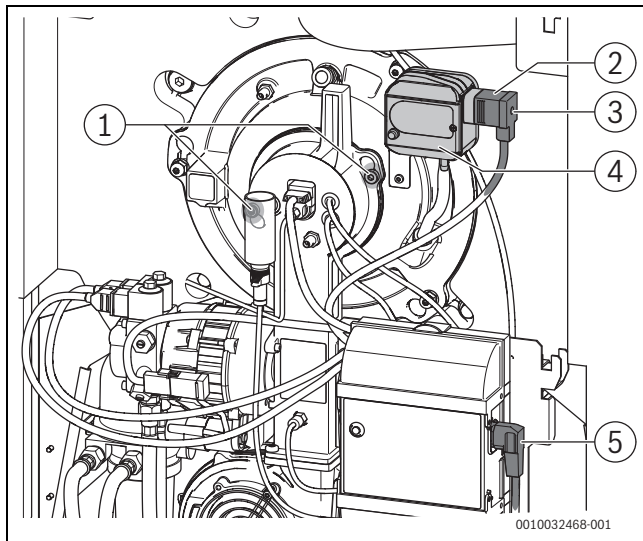

Bild 63 Befestigungsschrauben Brenner lösen
- Netzstecker (→ Bild 63), BUS-Leitung und Anschlusskabel Kesseltemperaturfühler (→ Kapitel 13.3.2, Seite 59) am Feuerungsautomaten abziehen.
- Sicherungsschraube [3] am Anschlussstecker [2] des Druckwächters [4] lösen und Anschlussstecker abziehen (→ Bild 63, Seite 36).